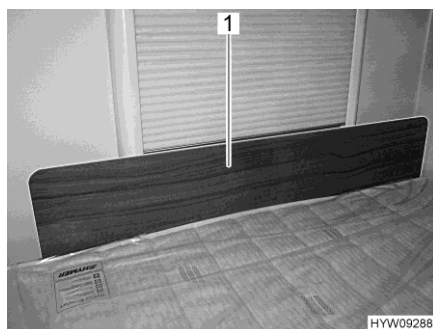

Fig. 109 Cache de protection/protection antichute
- Placer le cache de protection (Fig. 109,1) devant la fenêtre entre le matelas et le cadre de la fenêtre. Le matelas maintient le cache de protection dans sa position devant le cadre de la fenêtre.